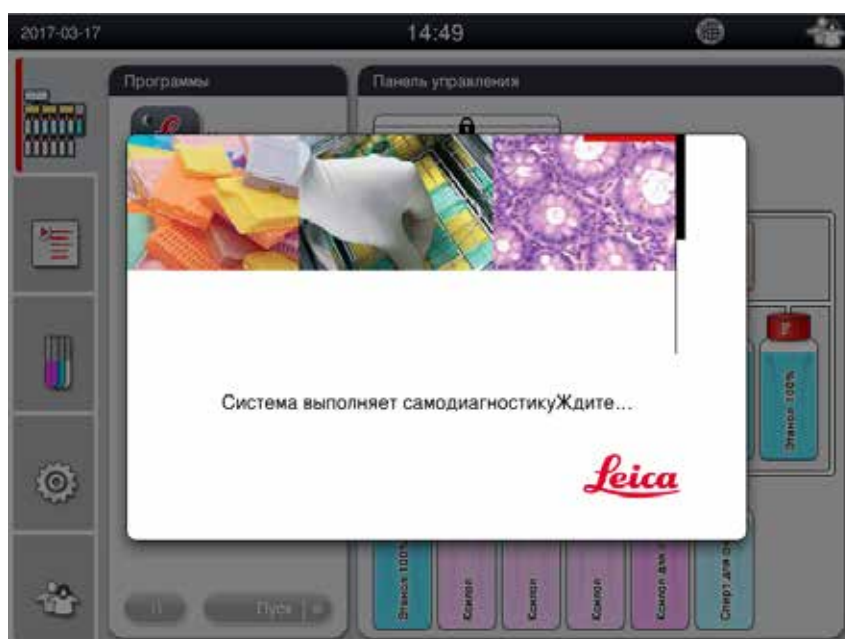

Рис. 26
3. После включения производится инициализация прибора, занимающая непродолжительное время (→ "Рис. 26").